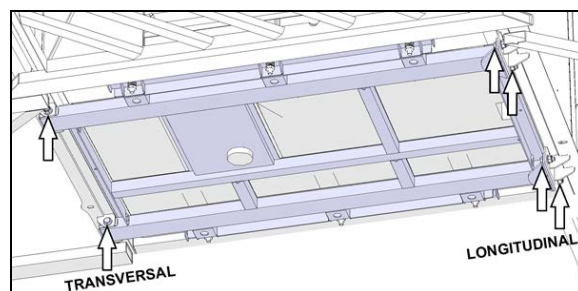

FIGURE 22: EMBLEMES DES POINTS DE FIXATION
3. Faire une inspection des boulons de fixation du support du réservoir aux 6 endroits identifiés (Figure 22).